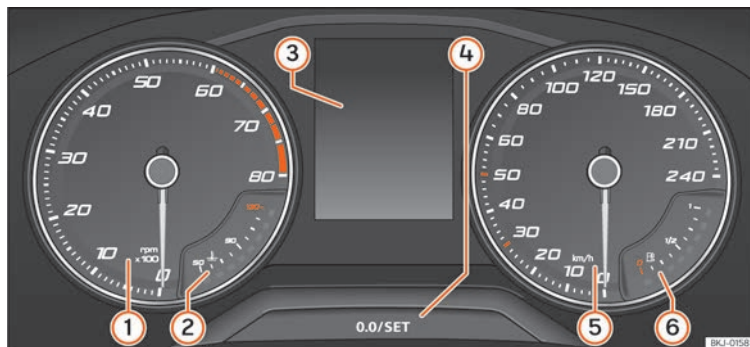

Fig. 117 Combiné d'instruments à l'avant.
Explications concernant les cadrans » fig. 117 :
- Appuyez brièvement sur le bouton **0.0/SET**  **» fig. 117**  pour remettre le totalisateur partiel à 0.